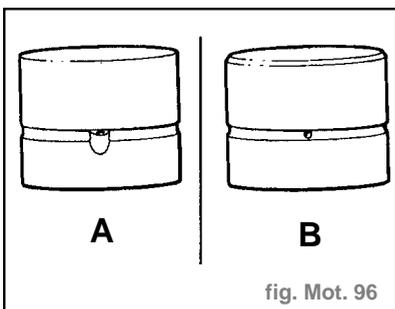

fig. Mot. 96
- Déposer les joints d'huile d'arbre à cames d'échappement et les jeter (2).
- Utiliser un aimant en forme de crayon et déposer les 16 poussoirs de la culasse. Conserver les poussoirs dans l'ordre et les inverser pour éviter toute perte d'huile (3).
**Attention :** Un poussoir modifié a été introduit et sera fourni dorénavant pour tous les moteurs sans calage variable des soupapes. L'illustration ci-dessous montre l'ancien poussoir **A** et le poussoir modifié **B**. Si le moteur est déjà équipé des poussoirs modifiés, ils peuvent être remplacés individuellement mais il est nécessaire de remplacer le jeu s'ils sont du type plus ancien (fig. Mot. 96).